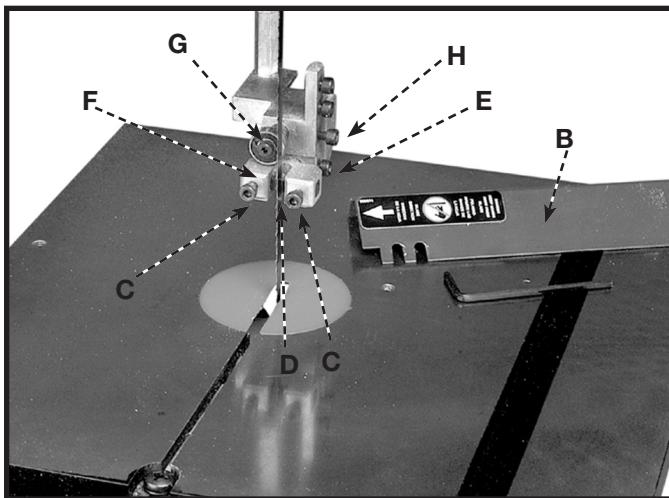
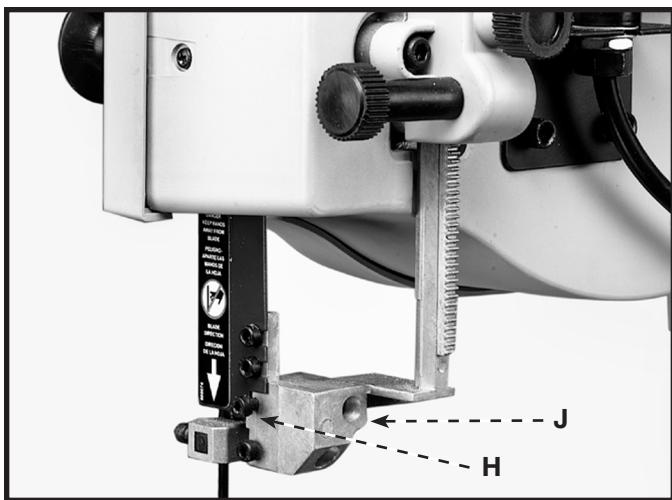

Fig. 27
Fig. 28
**⚠ ADVERTENCIA** Se muestra el protector de hoja superior (b) fig. 27 desmontado para mayor claridad. siempre cerciorese a el guardia superior de hoja es instalado y es ajustado apropiadamente antes operar la banda vio.
1. Afloje los dos tornillos (C) Fig. 27 y ajuste las guías de hoja (D) lo más cercanamente posible a los lados de la hoja de la sierra, teniendo cuidado de no constrictorar la hoja. Apriete entonces ambos tornillos (C).
2. Afloje el tornillo (E) Fig. 27 y mueva el soporte de guía (F) hacia adentro o hacia afuera hasta que el borde delantero de las guías (D) quede justo detrás de las "gargantas" de los dientes de la hoja. Apriete el tornillo (E).
3. El cojinete de apoyo de hoja superior (G) Fig. 27 impide que la hoja de la sierra sea empujada hacia atrás excesivamente durante el corte. El cojinete de apoyo (G) debe ser ajustado aproximadamente 1/32 pulg. detrás del borde posterior de la hoja. La hoja debe superponerse también el diámetro exterior de la pelota que soporta por aproximadamente 1/8". Para ajustar:
4. Afloje el tornillo (H) Fig. 28 y deslice el cojinete de apoyo (G) hacia adentro o hacia afuera hasta que esté aproximadamente 1/32 pulg. detrás del borde posterior de la hoja de la sierra. Apriete entonces el tornillo (H).
5. El cojinete de apoyo de la hoja superior (G) Fig. 27 está fijado sobre un eje excéntrico. Para cambiar la posición del cojinete (G), afloje el tornillo (H) Fig. 28, y utilizando un destornillador recto, gire el eje (J) Fig. 28 hasta que la hoja quede correctamente solapada sobre el cojinete de apoyo. Apriete entonces el tornillo (H).